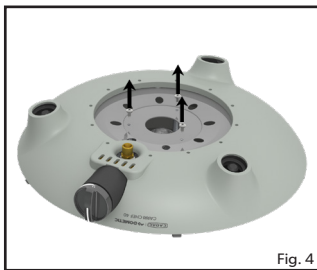
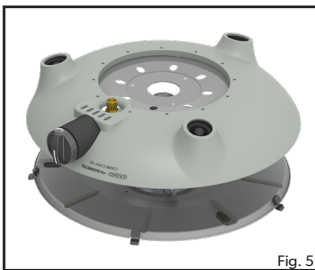
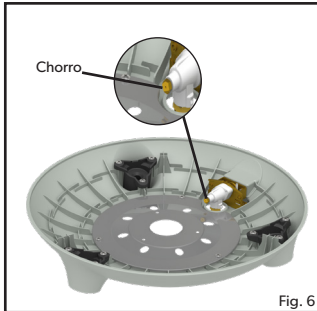

Fig. 4
Fig. 5
Fig. 6
- **Para reemplazar el chorro:** Retire todas las superficies sueltas, así como la bandeja de servicio y las patas del electrodoméstico. Voltee la base del quemador y retire los 3 tornillos de la placa de cubierta inferior (fig. 4) para separar la base del quemador del conjunto del quemador (fig. 5). Desconecte el cable piezoeléctrico con cuidado de no dañarlo y retire el conjunto del quemador del cuerpo de la base del quemador para exponer el chorro (fig. 6). Ahora se puede quitar el chorro con una llave adecuada. No use alicates ya que esto puede dañar el chorro, inutilizándolo o imposibilitando su extracción. Atornille el chorro nuevo en la válvula. No apriete demasiado ya que esto puede dañar la unidad.